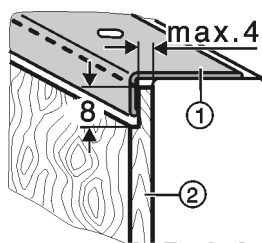

Fig. 40
- ▶ Более толстые декоративные панели Fig. 40 (2) согласно рисунку срезают уступом на толщину максимум 4 мм.